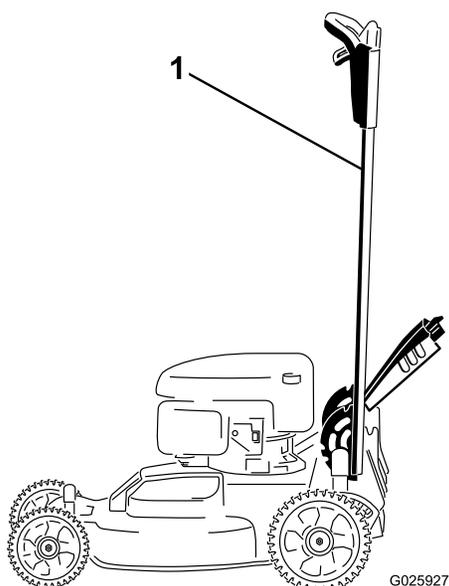

Figure 37
1. Verrouillez la poignée en position verticale (Figure 37); voir Réglage de la hauteur de la poignée (page 11).